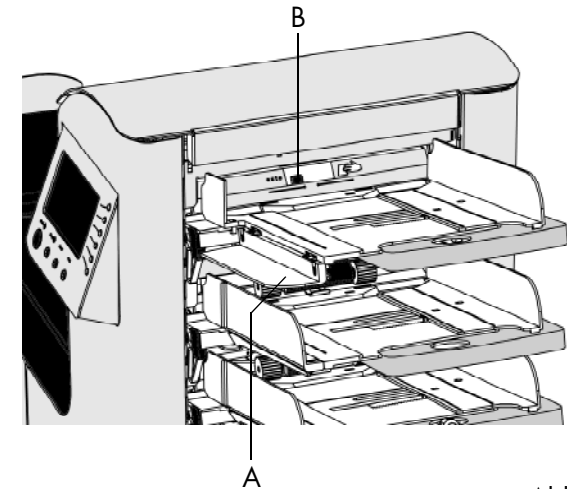

Abb. 28
- Linke Seitenführung „A“ nach unten klappen (Abb. 28).